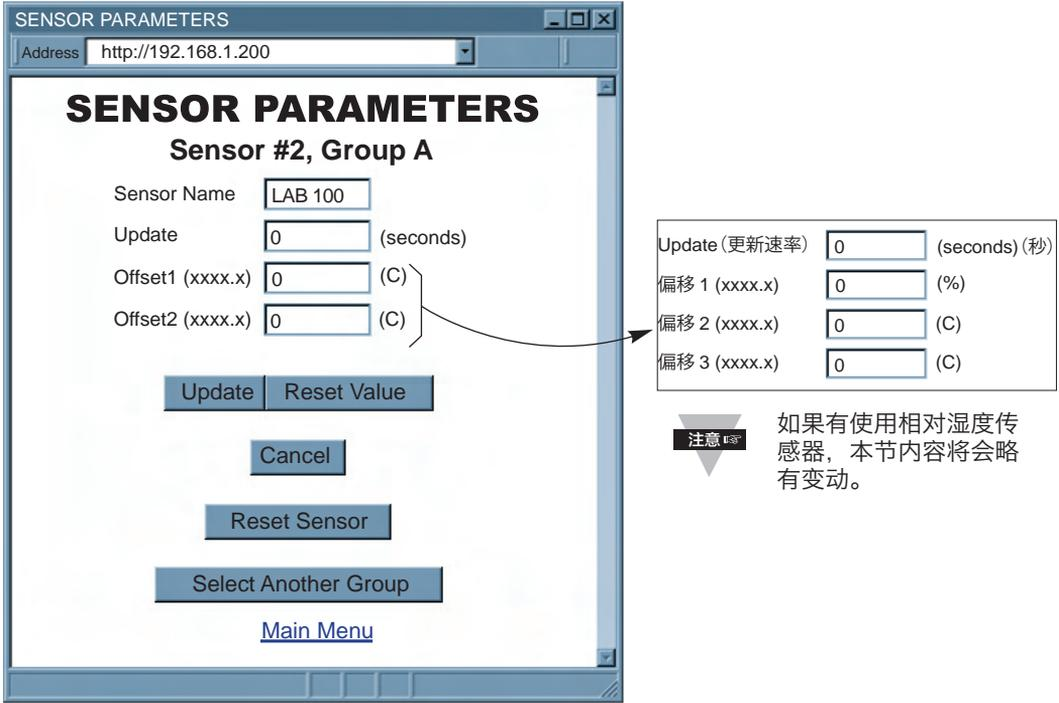

图 4.17 传感器参数
**#:** 在连接器/发射器上配置的传感器 ID/地址。单击该编号可查看和修改传感器参数。参见图 4.17。